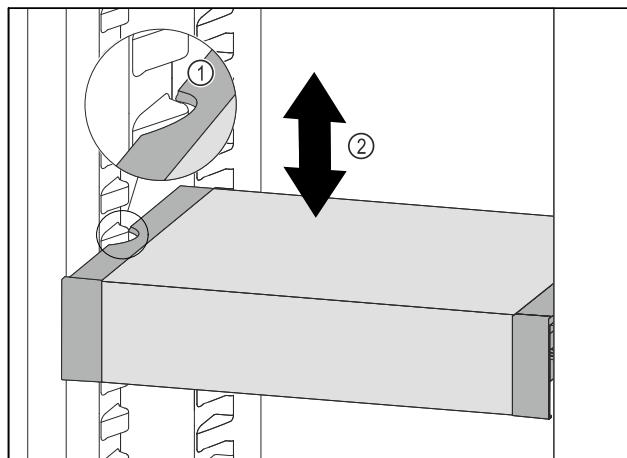

Fig. 108
- VarioSafe ťahajte dopredu, dokým sa bočné vybrania VarioSafe nebudú nachádzať vo výške rebra nádoby v chladničke. Fig. 108 (1)
- VarioSafe v chladničke presúvajte nahor alebo nadol, dokým sa dosiahne požadovaná výška. Fig. 108 (2)